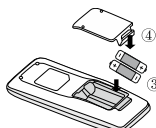

Fig. 2
3. Introduisez deux piles AAA 1,5V neuves. Veillez à respecter la bonne polarité + et - des piles (voir la figure 2 ③).
4. Remettez en place le couvercle des piles (voir la figure 2 ④).